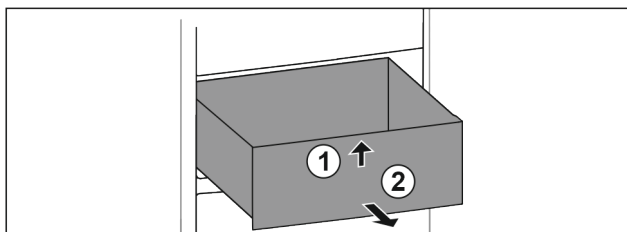

Fig. 81
- ▶ Predal spredaj dvignite. Fig. 81 (1)
- ▶ Predal vzemite ven v smeri naprej. Fig. 81 (2)